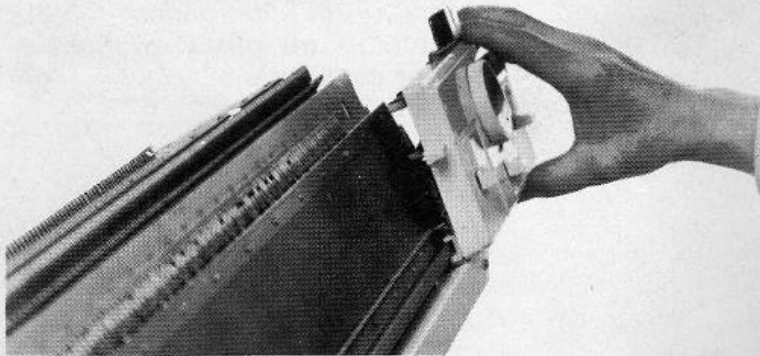

Fig. 8
- Dégager le chariot de la butée en tirant légèrement vers soi et le faire glisser d'environ 25 cm (fig. 8).